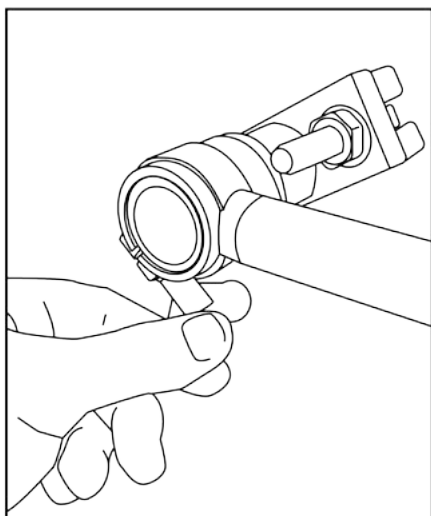

Рис. 7
9. Закрепите зажим держателя горелки на штанге с помощью винта-фиксатора (Рис.7).